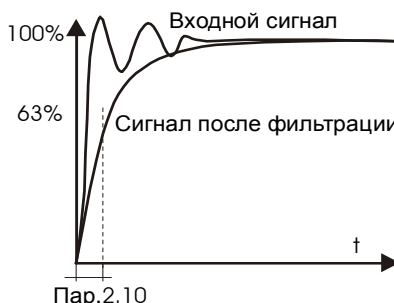

Рис. 7.8 Фильтрация сигнала с аналоговых входов.
- „СТ/СТОП ЛП” [„ST/STOP LP”] VxЦ1 [WeC1] служит для подачи команды „СТАРТ/СТОП” [„START/STOP”] VxЦ2 [WeC2] для изменения направления (Рис. 7.8 а);
- „СТ\_Л СТ\_П” [„ST\_L ST\_P”], ВхЦ1 [WeC1] – СТАРТ ВЛЕВО, ВхЦ2 [WeC2] – СТАРТ ВПРАВО (Рис.7.8 б);
- „СТ-ИМ СТОП” [„ST-IM STOP”] ВхЦ1 [WeC1] - ЗАПУСК ИМПУЛЬСОМ / ВхЦ2 [WeC2] - СТОП (Рис. 7.8 в);
- „СТ-ИМ Л/П” [„ST-IM L/P”] ВхЦ1 [WeC1] - ЗАПУСК ИМПУЛЬСОМ / ВхЦ2 [WeC2] - СТОП, ВхЦ3 [WeC3]- выбор направления (Рис.7.8. г)